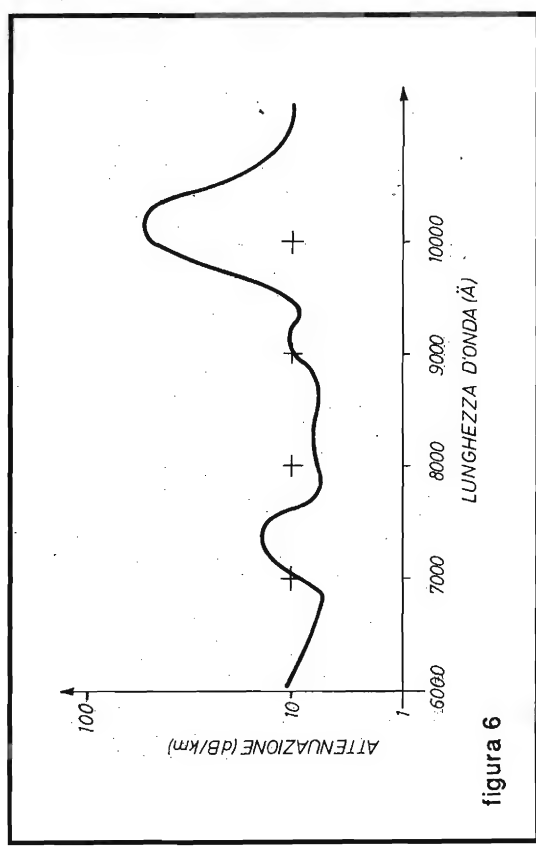

figura 6
Sempre per chiarire il discorso eccovi, in figura 5, quattro fibre ottiche sezionate. La prima (A) è costruita con un unico materiale con indice di rifrazione pari ad R1 mentre R0 è l'indice di rifrazione dell'aria; non viene generalmente utilizzata in quanto le sue proprietà trasmissive risultano fortemente disturbate dall'ambiente, come mostra il grafico di figura 6.